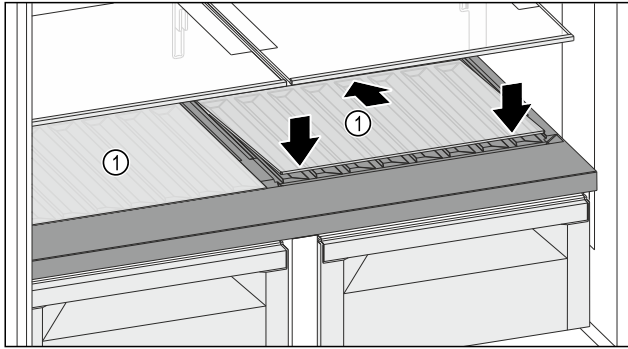

Fig. 126
- Cam rafı Fig. 126 (1) eğri bir şekilde ve arka aşağıya doğru eğimli olarak yerleştirin.
- Cam rafı Fig. 126 (1) önde indirin.